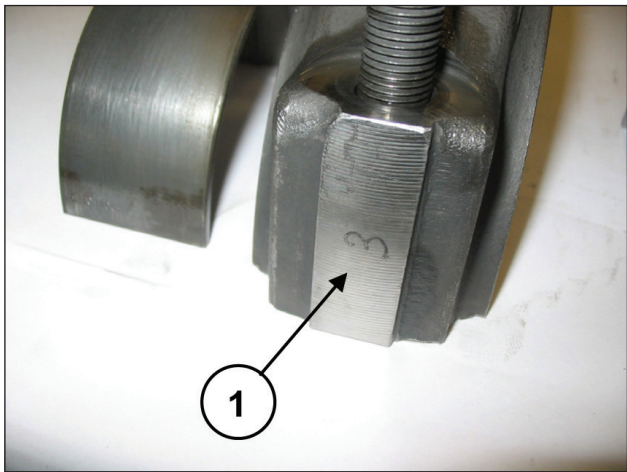

图34
将半连杆联接先前拆除的连杆帽，注意编号（部件号①，图34）。
将连杆帽与半连杆分开；正确的联接由一侧的编号保证（部件号①，图34）。